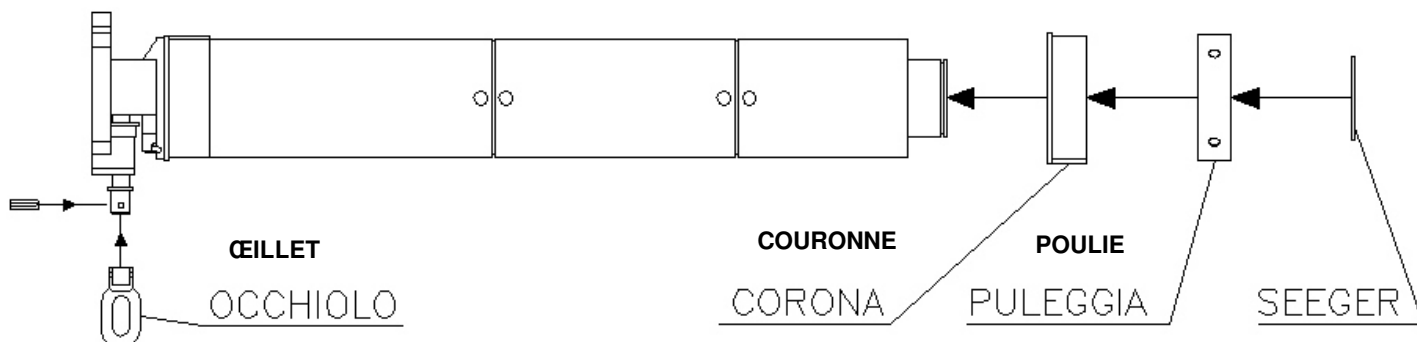

fig. 1
- Assembler sur le motoréducteur la couronne, la poulie, l'anneau SEEGER et l'œillet pour le dispositif de secours (fig. 1).